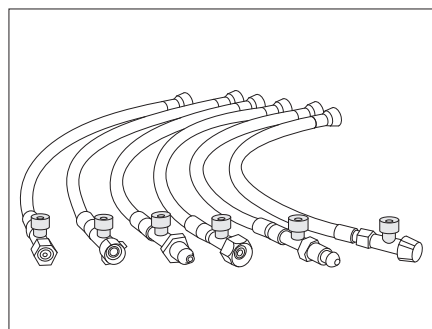

Bild 162 Hochdruckschläuche mit Schlauchbruchsicherung (länderspezifische Varianten)
- Grünen Knopf am Hochdruckschlauch (Bild 162) kräftig drücken.